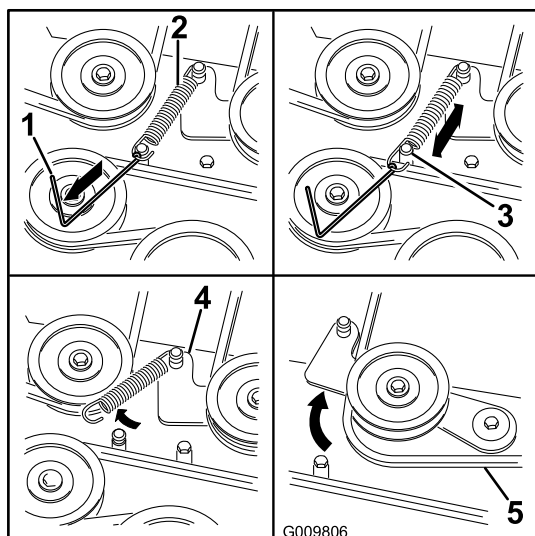

Figure 63
6. À l'aide d'un outil de dépose de ressort (réf. Toro 92-5771), décrochez le ressort de tension de l'ergot sur le tablier pour éliminer la tension sur la poulie de tension (Figure 63).
1. Acheminez la courroie neuve autour des poulies du tablier de coupe et de la poulie d'embrayage, sous le moteur (Figure 63).
2. À l'aide d'un outil de dépose de ressort (réf. Toro 92-5771), accrochez le ressort de tension à l'ergot situé sur le tablier, ce qui a pour effet d'exercer une tension sur la poulie de tension et la courroie du tablier de coupe (Figure 63).